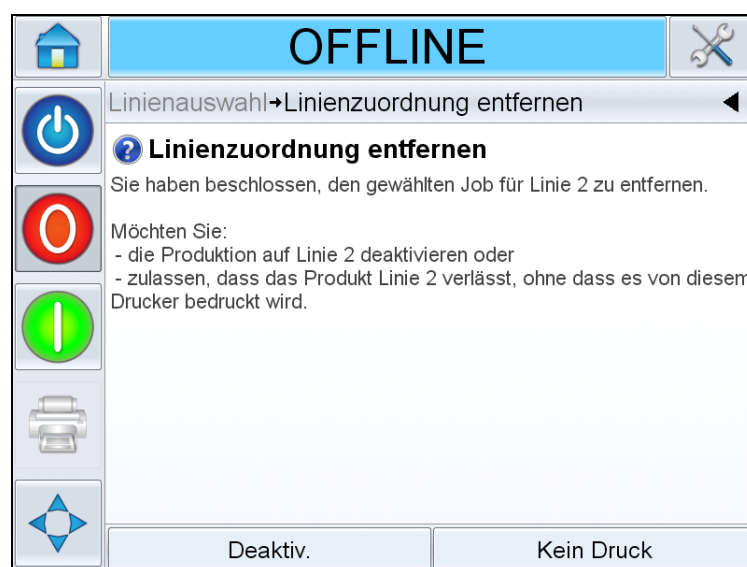

Abbildung 6-19: Entfernen der Linienzuordnung
- b. Die Seite *Linienzuordnung entfernen* mit folgenden Auswahlmöglichkeiten wird angezeigt (siehe Abbildung 6-19):